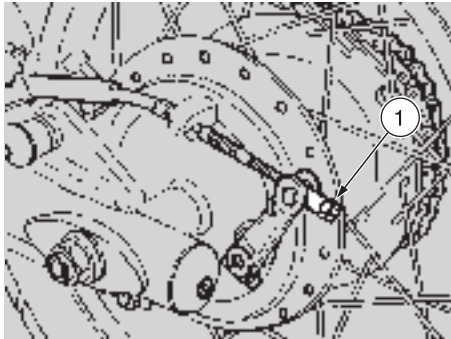

Fig. 13
- ♦ Ajuste completamente el tensor (1-Fig.13).
- ♦ Recupere la carrera vacía de la palanca freno actuando sobre el tensor (1-Fig.13).